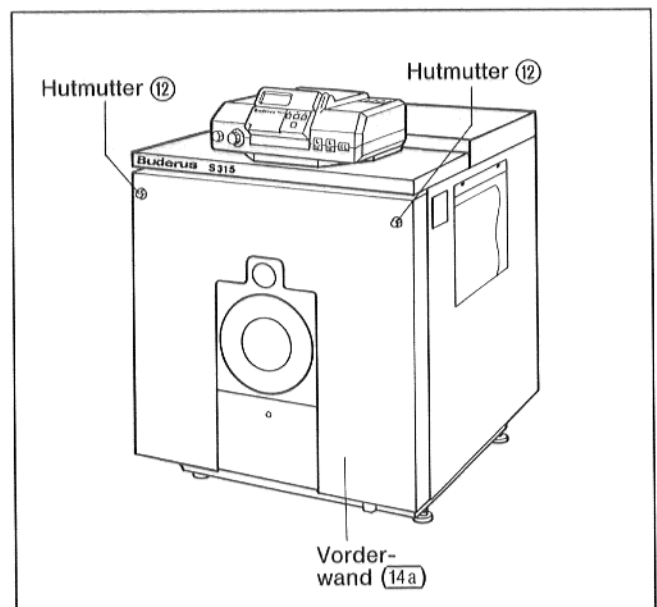

Abb. 25 – S 315
- Hutmuttern rechts und links abschrauben (Abb. 25).
- Vorderwand aus den Gewindestiften aushängen und nach oben wegnehmen (Abb. 25).